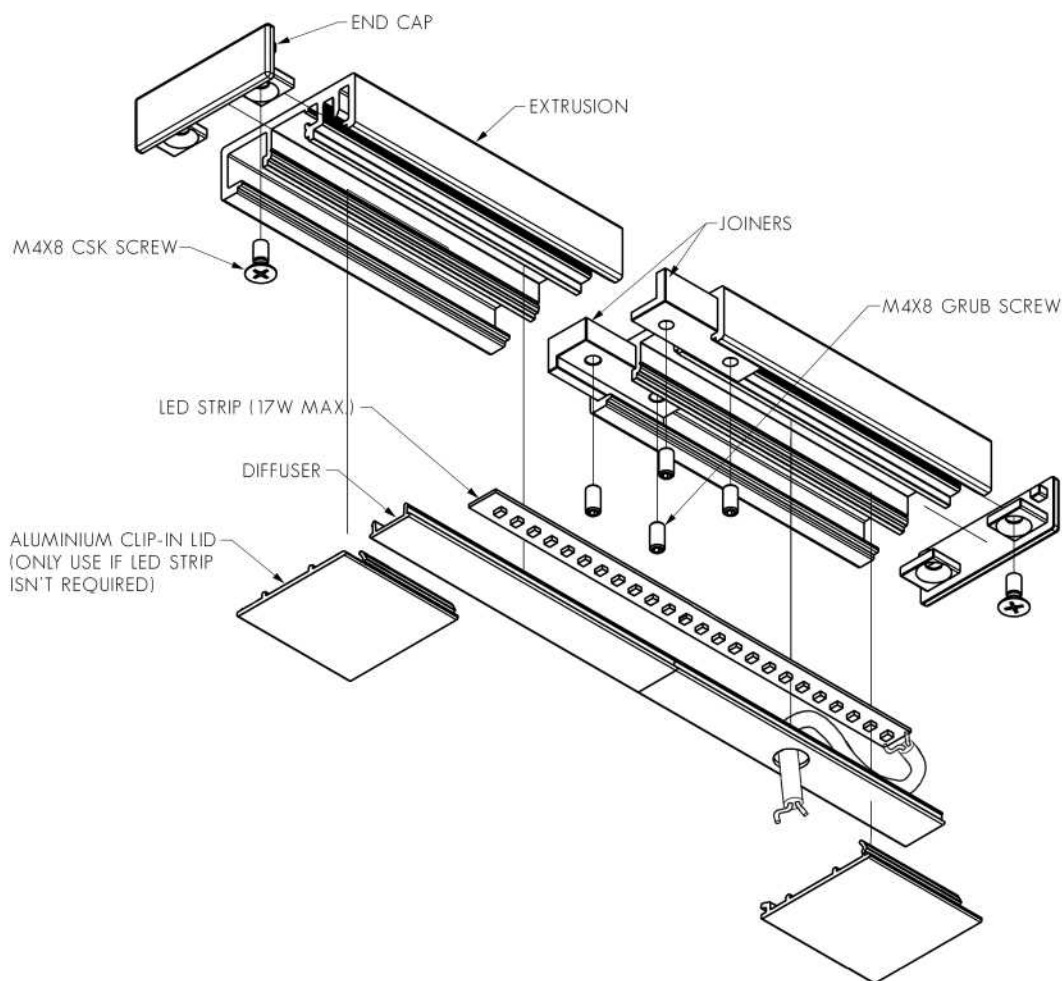

FIG. 4 - ENSURE JOINERS ARE LOCKED TOGETHER TIGHTLY
NOTE: RICHIE RAIL 17 EXTRUSION IS NOT SYMMETRICAL. ONE SIDE HAS AN EXTRUDED SCREW RAIL WHICH MUST BE ON THE SIDE FARTHEST FROM THE WALL. SEE FIGURES 4 OR 5 ON PAGE 4 FOR DIRECTION.
4. THE NEXT LENGTH OF HANDRAIL IN THE EXAMPLE REQUIRES A JOIN. MEASURE THE TOTAL LENGTH REQUIRED, THEN CUT THE TWO LENGTHS OF HANDRAIL, ENSURING THAT THE JOIN IS NO MORE THAN 50MM FROM A WALL BRACKET. SEE FIG. 4 ON PAGE 5 FOR LOCATION OF JOINERS.
1. WHERE THERE ARE JOINS, LOCK TOGETHER ONTO JOINERS WITH GRUB SCREWS (SEE FIG. 4).